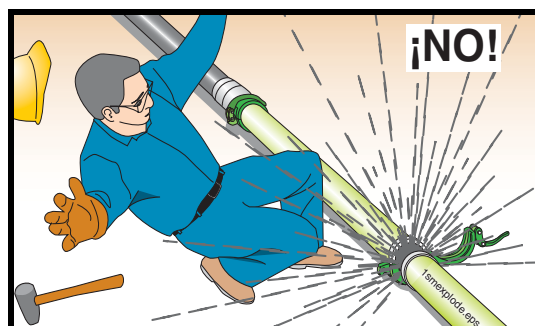

Figura 16
- Bombee **hacia atrás** por **lo menos dos carreras**, luego pare la bomba. **No permita que nadie abra la tubería** hasta que haya hecho esto (Figura 16).